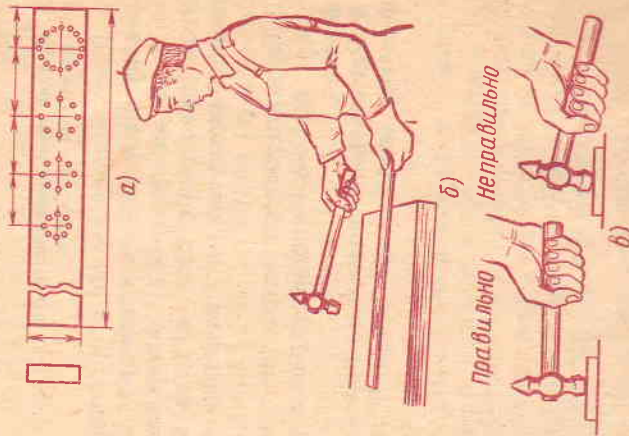

Рис. 20. Приемы нанесения точных ударов при правке:
1. Взять отрезок стальной полосы и обозначить на ней мелом или кернером условные места для нанесения ударов — кружочки разных диаметров (рис. 20, а).
2. Надеть на левую руку рукавицу, взять в правую руку молоток, а в левую — полосу и принять рабочее положение; стоять при правке прямо, свободно и устойчиво (рис. 20, б).
3. Обрабатываемый конец полосы положить на плиту так, чтобы все условные метки находились в пределах плоскости плиты (рис. 20, б); особое внимание уделять плотности прилегания полосы к плите, так как при неплотном прилегании в момент удара молотком возможна сильная отдача в левую руку и даже выбивание полосы из рук.
4. Выполнить тренировочное упражнение на точность нанесения ударов. Для этого боек молотка ставят в центр большого условного круга, затем отводят молоток и наносят локтевой удар по намеченному месту; во время нанесения ударов необходимо смотреть только на место удара и правильно и точно наносить удары в пределах круга (рис. 20, в).